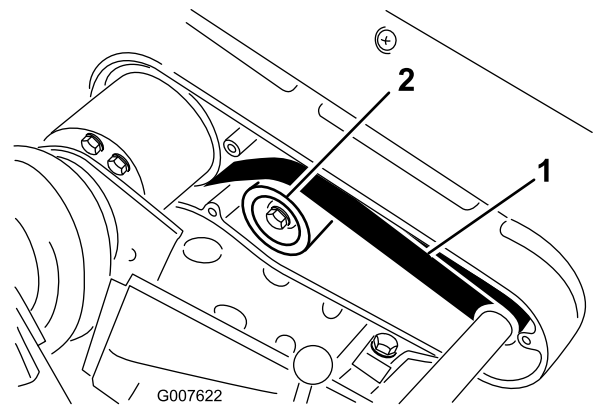

Bild 38
- A. Losen Sie die Befestigungsmutter der Spannscheibe und drehen Sie die Spannscheibe nach rechts gegen die R­uckseite des Riemen, bis Sie die gew­unschte Riemen­spannung erzielt haben (Bild 38).
2. Bringen Sie eine Kraft von 22-26 N in der Mitte zwischen den Riemenscheiben (Bild 38) auf den Riemen an.